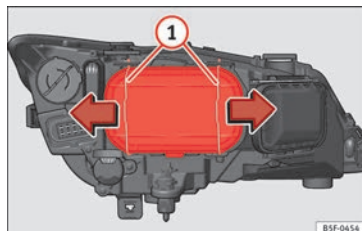

Fig. 102 Feux de croisement.
- Déplacez les tirants »» fig. 102 ① dans le sens de la flèche puis retirez le cache. »»